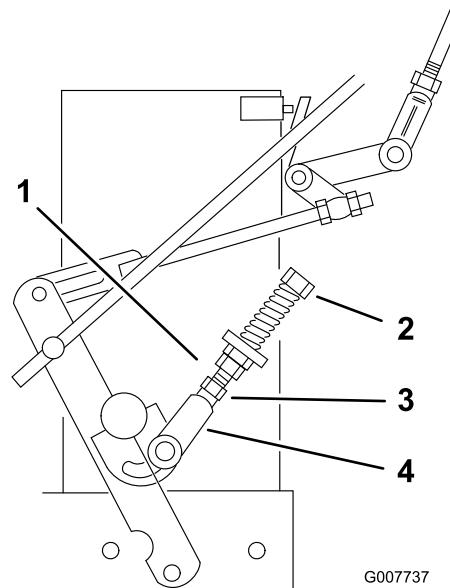

Figura 32
9. Si la rueda gira con la palanca de avance en punto muerto, los acoplamientos del control de punto muerto deben ser ajustados (Figura 32). Si la rueda se detiene, vaya al paso 12.
10. Afloje la tuerca de la horquilla del acoplamiento del control de punto muerto (Figura 32).
11. Ajuste el acoplamiento del control de punto muerto hasta que la rueda motriz correspondiente deje de girar con la palanca sujetada contra el muelle de punto muerto (posición de punto muerto) (Figura 32).
12. Gire el perno de ajuste 1/4 de vuelta aproximadamente en el sentido de las agujas del reloj si la rueda gira hacia atrás, o 1/4 de vuelta aproximadamente en el sentido contrario a las agujas del reloj si la rueda gira hacia adelante (Figura 32).